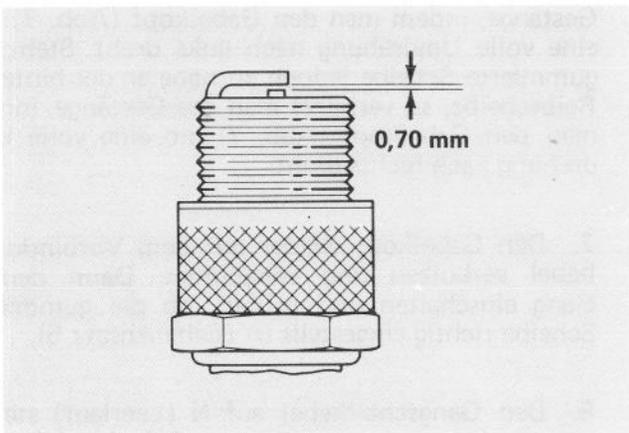

Abb. 36
3. Den Elektrodenabstand der neuen Zündkerze auf 0,70 mm einstellen (Abb. 36). Dann die neue Kerze einschrauben und festziehen (Anzugsdrehmoment 2 mkp).